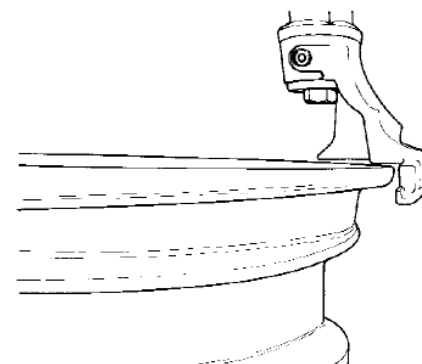

Figura 13
- Posicione a unha de desmontagem/montagem em contato com a borda do aro e trave-a no local (Figura 13). Acione a alavanca de travamento, a unha deve se afastar a uma distância de aproximadamente 3 mm da borda do aro da roda, no sentido vertical;